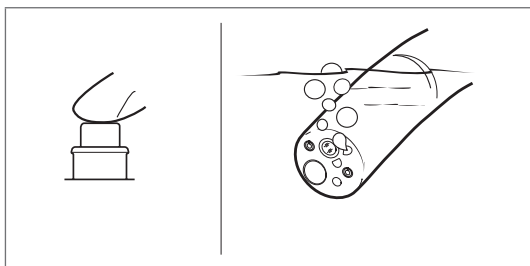

Figure 3.8
5. Plonger l'extrémité distale du fibroscope dans de l'eau stérile et recouvrir délicatement l'orifice du piston air/eau du fibroscope. Vérifier si de l'air s'échappe de l'extrémité distale du fibroscope et si des bulles d'air se forment (Figure 3.8).